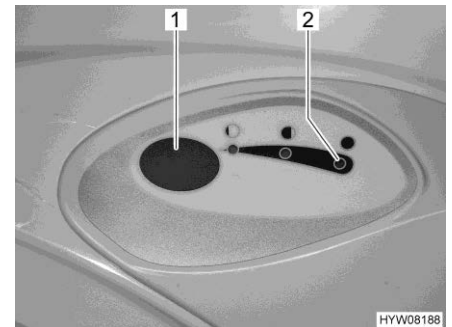

Bild 159 Spolknapp/kontrollampa (Thetford-toalett)
- För att spola, tryck på den blå spolknappen (Bild 159,1).
Kontrollampan (Bild 159,2) lyser när latrintanken måste tömmas.